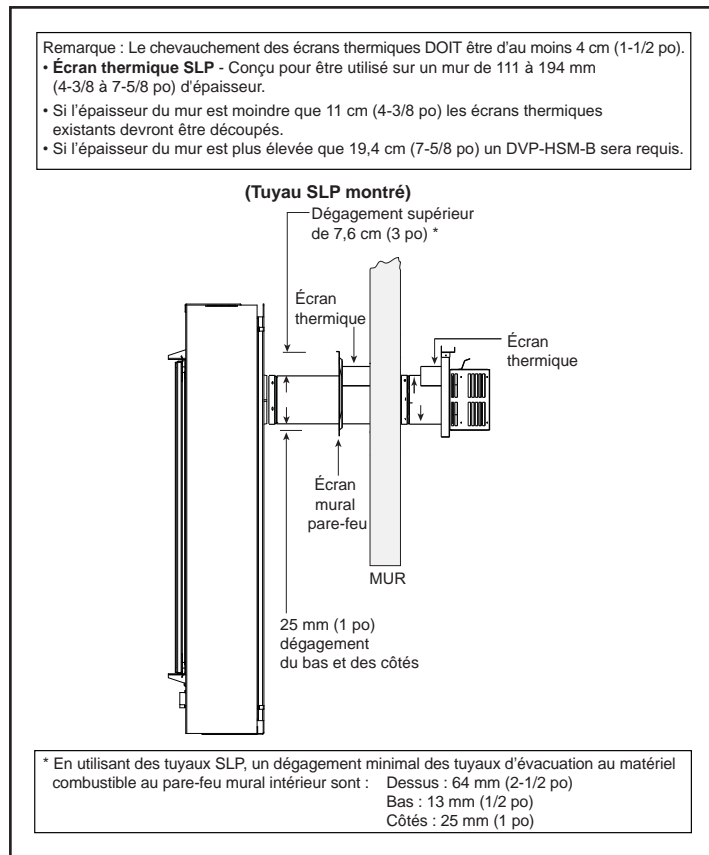

Figure 5.1 Dégagements des conduits d'évacuation horizontaux avec les matériaux combustibles
- En pénétrant un mur combustible, un écran thermique pare-feu doit être installé. Voir la figure 5.1.